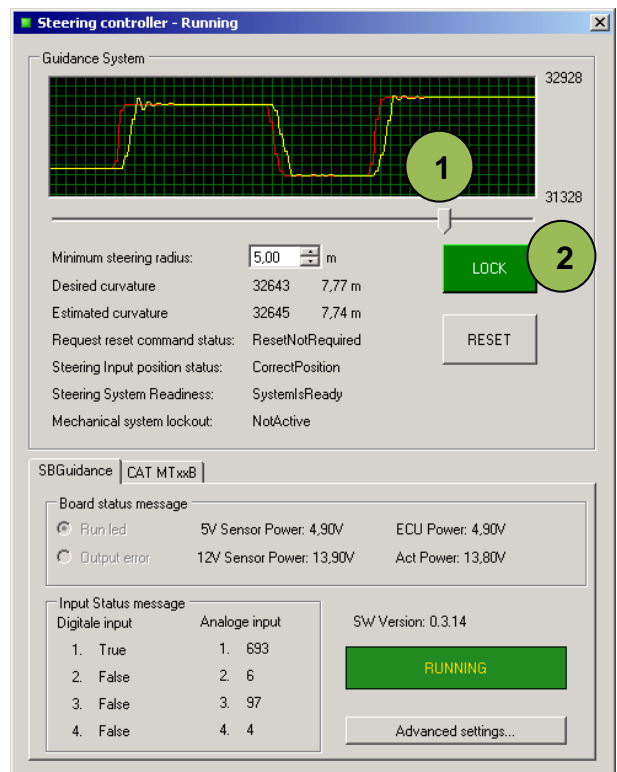

Abbildung 23 Optimierung Proportional Gain
4. Ziehen Sie den Schieberegler von der Mitte nach Dreiviertel nach rechts oder links gesteuert. Beurteilen Sie, wie die Räder zum gewünschten Radstand steuern. Die Räder dürfen ein wenig über den gewünschten Radstand hinausgehen (Abbildung 23).
In der Grafik von Abbildung 23 gibt die rote Linie den gewünschten Radstand an, der mit dem Schieberegler unter der Grafik bestimmt wird. Die gelbe Linie ist der aktuelle Radstand, der direkt vom Lenkwinkelsensor abgelesen wird.